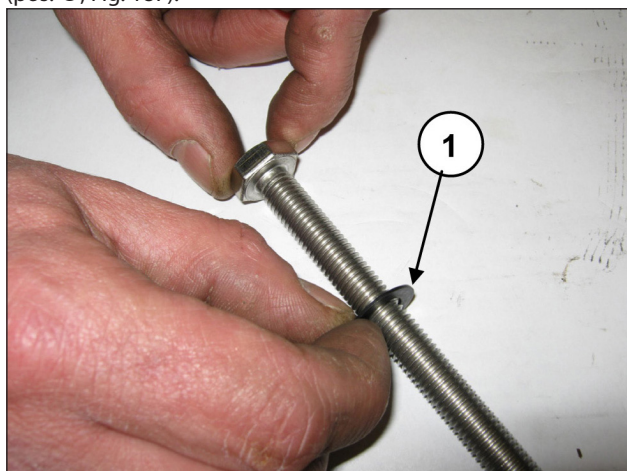

Fig. 187
Inserire la rosetta Ø10x18x0.9 nella vite fissaggio pistone (pos. ①, Fig. 187).